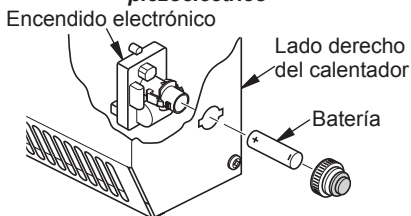

Figura 7 - Instalación del encendedor electrónico
3. **Para el encendedor electrónico**, instale el encendedor a través del orificio que se ubica en el lado derecho del calentador, como se muestra en la figura 7, en la página 9.